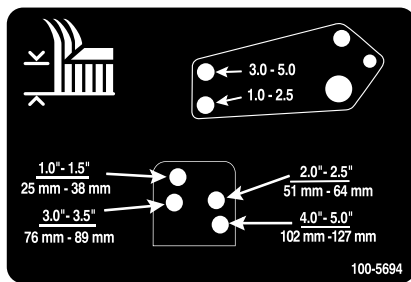

Bild 31
- Fluchten Sie die Löcher des Stoßdämpferlenkers mit den ausgewählten Löchern in der Schnitthöhenhalterung am Mähwerkrahmen aus, setzen die Lastösenbolzen ein und bringen die Splinte an (Bild 31).